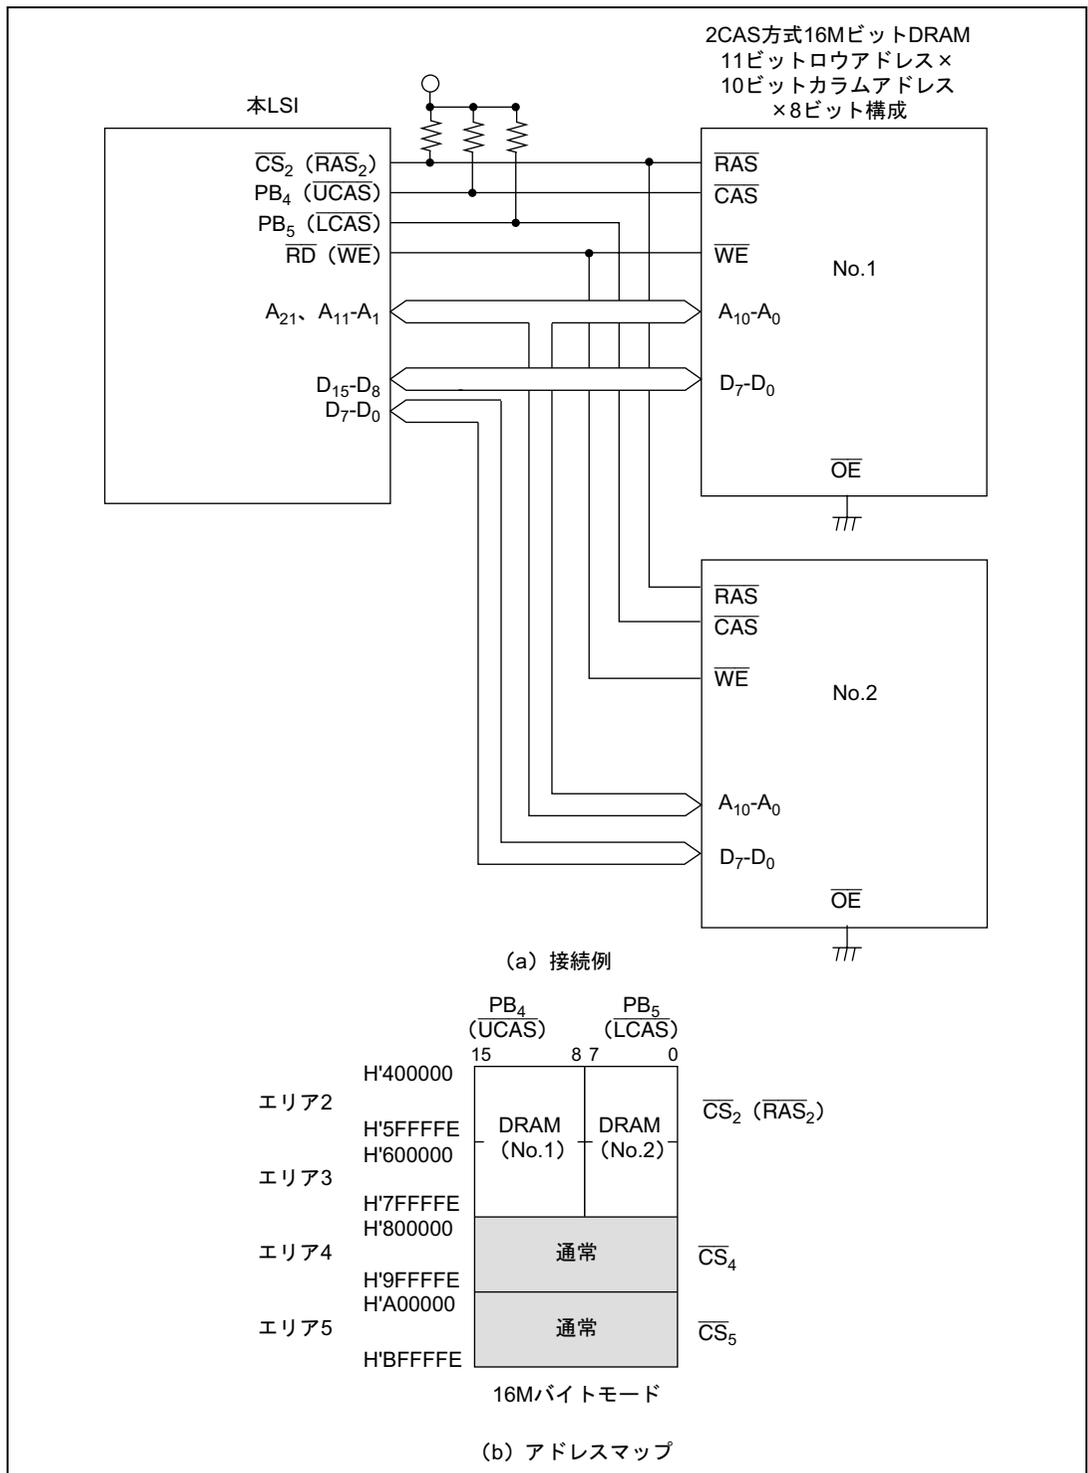

図 6.32 ×8 ビット構成の 16M ビット DRAM の接続例とアドレスマップ
- (2) 図6.32に×8ビット構成の16MビットDRAMを2個を使用する場合の接続例とそのアドレスマップを示します。本例では11ビットロウアドレス×10ビットコラムアドレスのタイプのものを使用しています。 $\overline{CS}_2$ 端子をエリア2およびエリア3に共通の $\overline{RAS}$ 出力端子として使用しています。本例のようにDRAMのアドレス空間が複数エリアにまたがって連続する場合、DRAS2～0の設定により、1本の $\overline{CS}$ 端子が複数エリアに共通の $\overline{RAS}$ 出力端子として使用でき、アドレス空間が最大4エリアにまたがる大容量DRAMを直接接続することができます。この場合不要となる $\overline{CS}$ 端子（本例では $\overline{CS}_3$ 端子）は入出力ポートとして使用することができます。